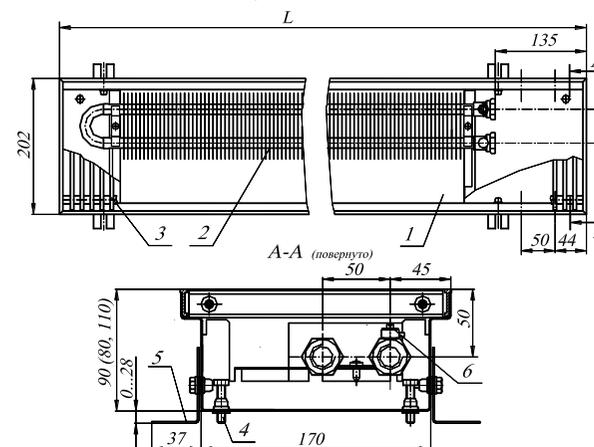

Рис. 1 Конвектор КРК 20.08(09,11).60...310 - П
4.1. Конвектор состоит из следующих основных элементов (см. рис.1):